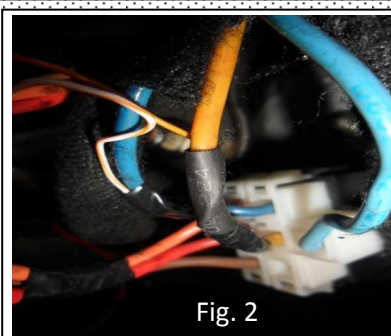

Fig. 2
3. collegare i fili arancione e arancio-bianco rispettivamente ai fili arancio e blu (non azzurro) del blocchetto chiave, come indicato in fig.2;